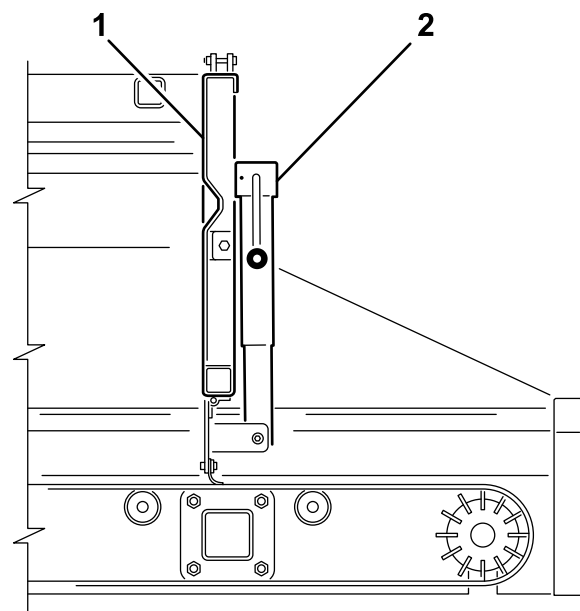
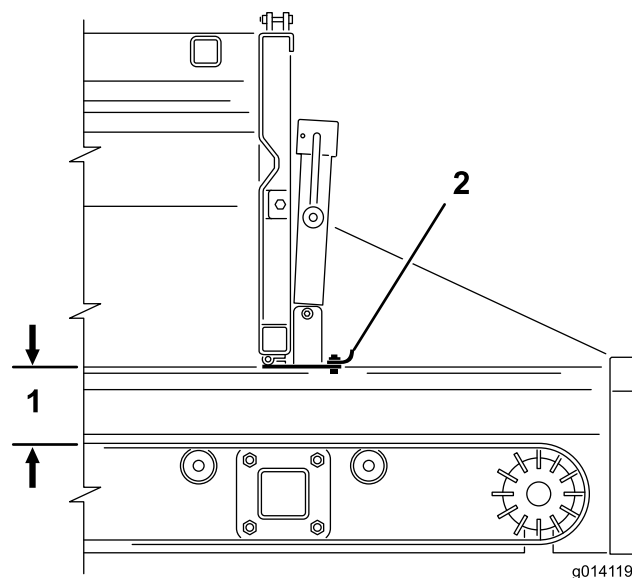

Bild 27
Bild 28
2. Öffnen oder schließen Sie den verstellbaren Teil der Heckklappe mit dem Achsständergriff (Bild 27 und Bild 28). Dies schränkt den Materialfluss beim Verwenden einer Option ein.